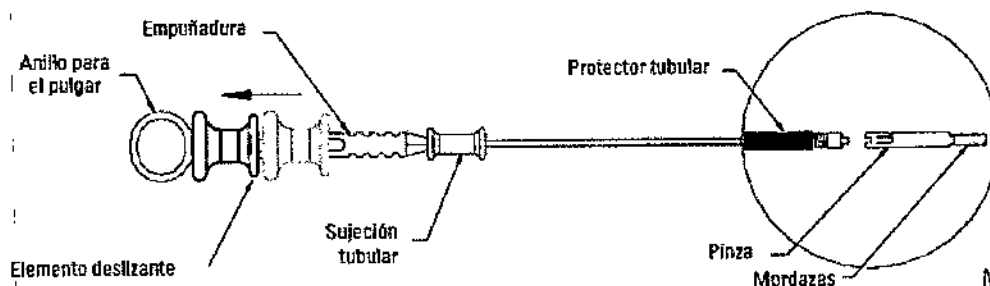

Figura 5: Pinza Resolution colocada de manera permanente
5. Para colocar la pinza Resolution de forma permanente, continúe moviendo el elemento deslizante en dirección proximal más allá del punto de resistencia táctil; en este punto se oír o sentirá un clic. Continúe moviendo el elemento deslizante en dirección proximal hasta el segundo punto de resistencia táctil o hasta que se oiga o sienta un clic. Continúe moviendo el elemento deslizante en dirección proximal hasta el anillo para el pulgar, tal y como se indica en la figura 5.